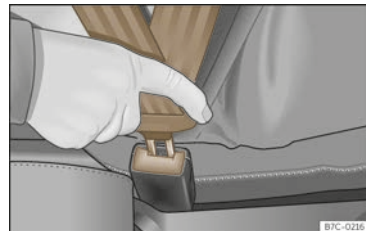

Abb. 22 Schlosszunge des Sicherheitsgurts in das Gurtschloss einstecken.
- Schlosszunge fest in das zum Sitzplatz gehörende Gurtschloss stecken >>> (Abb. 22).